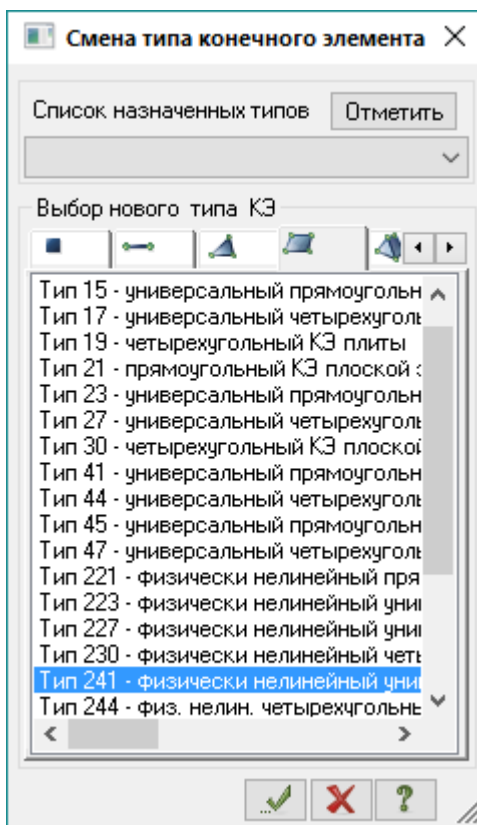

Рис.16.12. Диалоговое окно **Смена типа конечного элемента**
- Щелчком по кнопке  – **Смена типа КЭ** (панель **Схема** на вкладке **Расширенное редактирование**) вызовите диалоговое окно **Смена типа конечного элемента** (рис.16.12).